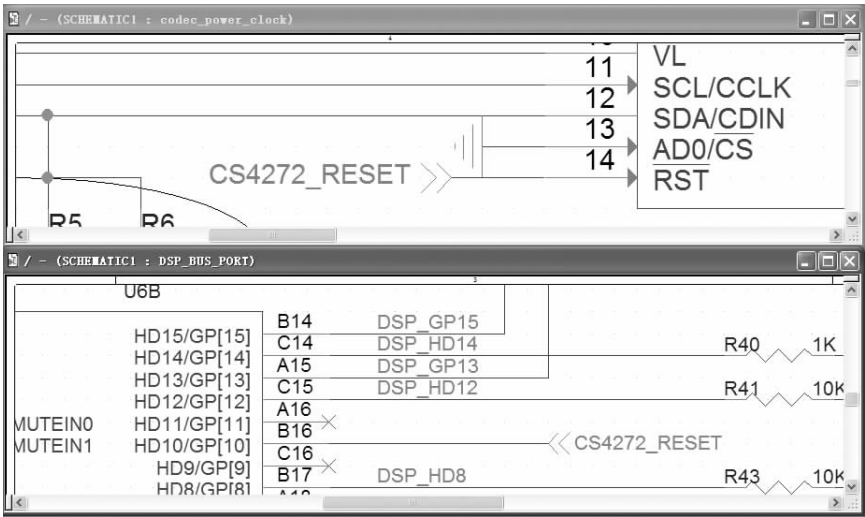

图 6-32 不同图页面放置同名页间连接符
4. 同样在另一个页面，该网络的另一端也放好同名的页间连接符，在两个原理图页面建立了电气连接，两个页面内都放好后如图 6-32 所示。